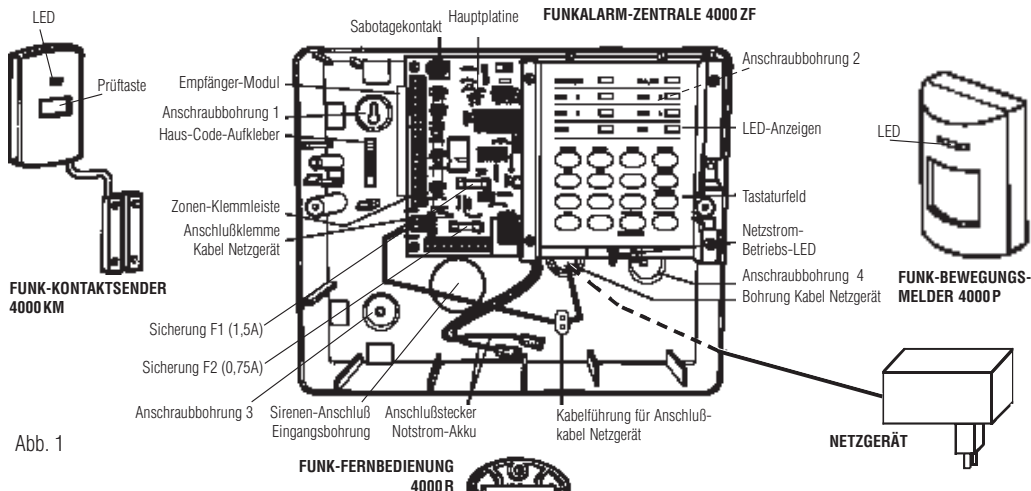

Abb. 1
1. Sofern das Netzgerätekabel bereits werkseitig mit der Zentrale verbunden ist, fahren Sie mit Punkt 2 fort. Ansonsten führen Sie folgende Schritte durch: Entfernen Sie mit einem Schraubenzieher die Abdeckkappen der beiden Schrauben an der Oberseite der Zentrale und öffnen Sie das Gehäuse. Führen Sie das Kabel des Netzgeräts durch die entsprechende Eingangsbohrung und die Kabelführung der Zentrale, und schließen Sie das Netzgerät an die Klemmleiste an (siehe Abb.1). Schließen Sie die Zentrale, und schrauben Sie den Deckel wieder fest.
1. Legen Sie den verkabelten Kontakt neben den losen Magnet des Funk-Kontaktsenders (Abb. 1).
Zentrale gibt Alarm.	Sabotagekontakt ist geöffnet (z.B. Deckel der Zentrale ist nicht richtig geschlossen, siehe auch Abb.1). Drahtbrücken sind nicht richtig geschlossen.